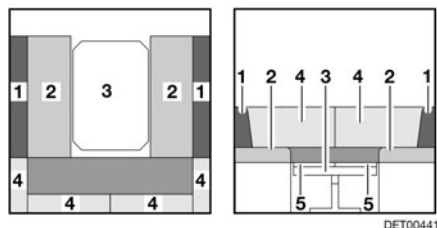

Fig. 108 Durante la transformación
- Extraer los somiers (Fig. 108,5).
- Tirar de los cojines del asiento (Fig. 108,2) hacia el centro.
- Colocar los cojines del respaldo (Fig. 108,1) entre los cojines del asiento y la pared exterior.
- Quitar los cojines del respaldo (Fig. 108,4) y ponerlos a un lado.